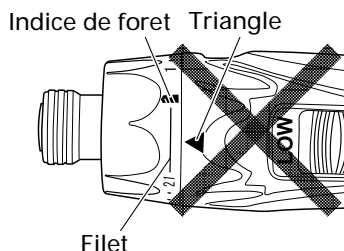

Fig. 9
- N'utilisez pas l'outil avec le sélecteur de débrayage positionné entre le chiffre "21" et la ligne au centre du indice de foret "◁▷▷", vous risqueriez de l'endommager (Voir Fig. 9).